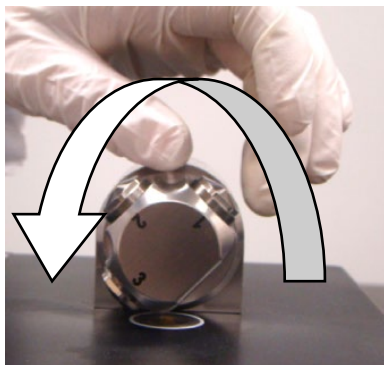

Figura 14 Giro del DialPath.
- 1 Gire el brazo para abrir el DialPath (consulte la Figura 14).